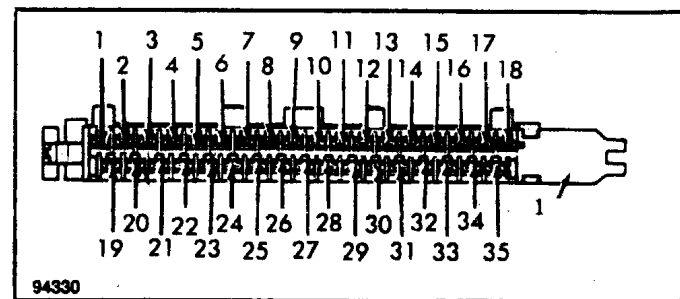
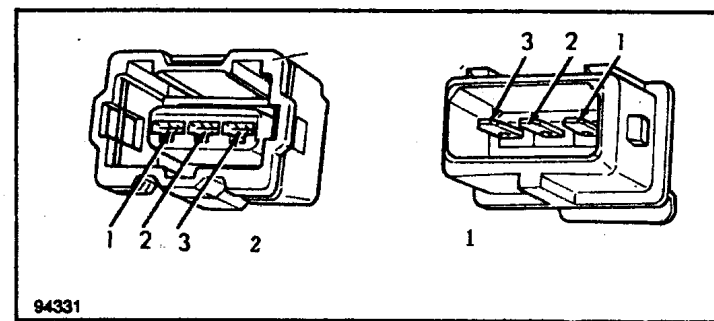

图 1-16 电子控制装置线束插头
图 1-17 发动机转速传感器线插头
1) 拨下电子控制装置上的线束插头, 把电压表上的正极测试导线连接在 35 号针柱上 (见图 1-16), 并打开点火开关, 然后把电压表上的负极测试导线与 18 号针柱或 9 号针柱
1) 从靠近点火线圈的支架上拆去灰色和黑色线插头，然后检查1号线和2号线之间是否出现了断路（见图1-17），这时欧姆表上的读数应该是1000欧姆。
3) 拨下电子控制装置上的线插头，并检查每个传感器线接头与电子控制装置之间的线束（见图1-16和图1-17），这时电子控制装置与传感器线插头之间的每一根线路应该是0欧姆。参见“发动机速度传感器电路表”
2) 如果电压表上的读数没有达到上面所规定的标准，就要检查一下发送装置与电子控制装置上23号线和25号线之间的线路是否出现了断路（见图1-16）；如果读数达到了规定的标准，要关闭点火开关，并向回移动线插头盖，以便为3线插头的后面留出空间。再把3线插头重新插在霍尔效应发送装置上，然后把电压表连接在3线插头后面的1号线和2号线之间。